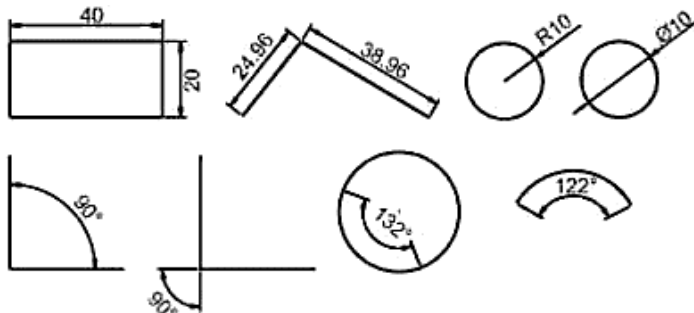

Рис. 6. Образцы фигур для нанесения размеров
2. Построить фигуры с указанием размеров (рис. 6).